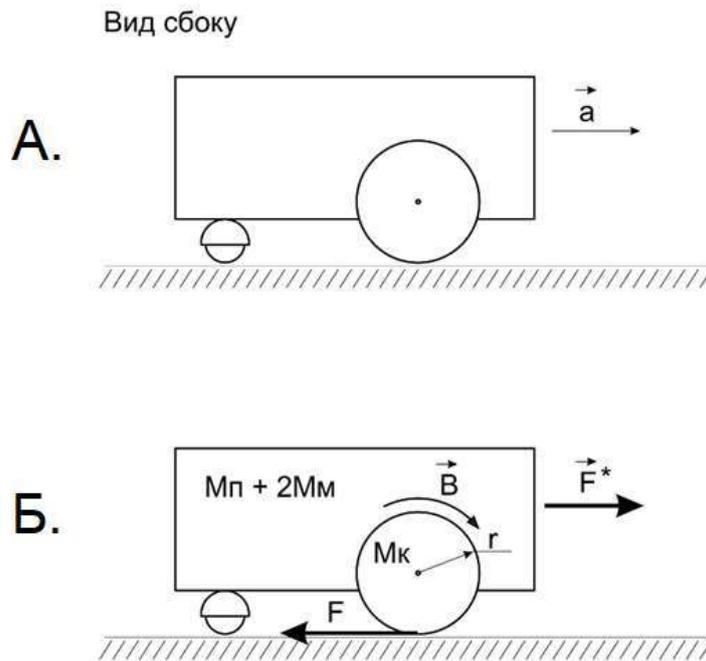

Рисунок 9. Вид на работа сбоку.
11. Робот представляет из себя платформу с дифференциальным приводом (рис. 9). Масса робота за исключением колёс и моторов составляет  $M = 10$  кг. Колёса являются идеальными цилиндрами с радиусом  $r = 15$  см, шириной  $h = 5$  см и массой  $M_к = 2$  кг. Считайте, что масса колеса равномерно распределена по всему объёму колеса. Робот должен обладать возможностью двигаться с ускорением  $a = 5 \frac{M}{c^2}$ . В работе для обоих колёс должны использоваться одинаковые моторы. Трение качения не учитывать.